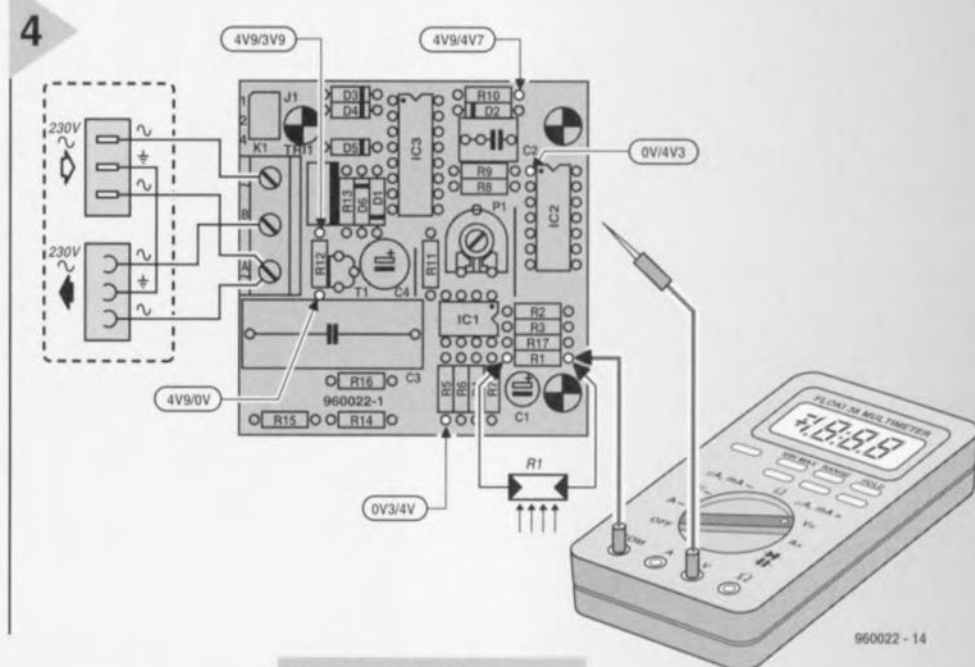

Figure 4. Voici où se trouvent les points de mesure sur le circuit imprimé et comment le connecter au monde extérieur.
Il sera opportun, pour des raisons de sécurité, d'utiliser pour les opérations de contrôle et de test qui suivent un bloc d'alimentation séparé. Il peut s'agir en l'occurrence d'une alimentation secteur de 5 volts ou même de trois piles du type « crayon » (AA) connectées en série; s'il s'agit de piles neuves, la tension totale sera très proche des 5 volts requis. Ce bloc d'alimentation autonome sera connecté en parallèle aux bornes du condensateur électrochimique C4 (attention à la polarité !), après quoi vous pourrez procéder à la vérification des tensions présentes aux points de contrôle sans avoir à craindre de tensions secteur dangereuses. La figure 4 indique où se trouvent les différents points de contrôle sur le circuit. Durant les mesures, vous pourrez vous servir de la borne « moins » du condensateur électrochimique C4 comme point de masse. Vérifiez bien qu'au moins un pont de câ-